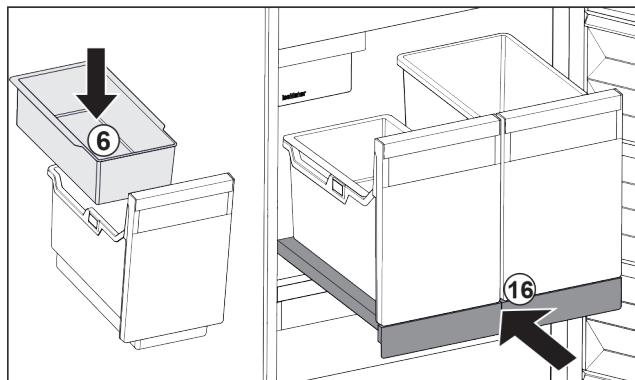

Fig. 96
- Vsadte závěsnou misku Fig. 96 (6) pro kostky ledu.
- Zasuňte vysouvací přihrádku s nádobou (IceTower). Fig. 96 (16)